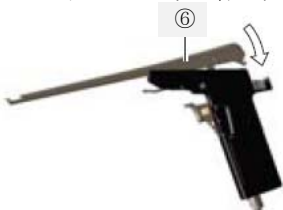

図 6
- ** (5) シース⑥を矢印の方向へ倒しハンドル⑧に押し込むと（図 6）、ロックボタン⑦にてシース⑥が自動的に固定される。固定されるとカチッと音がする。